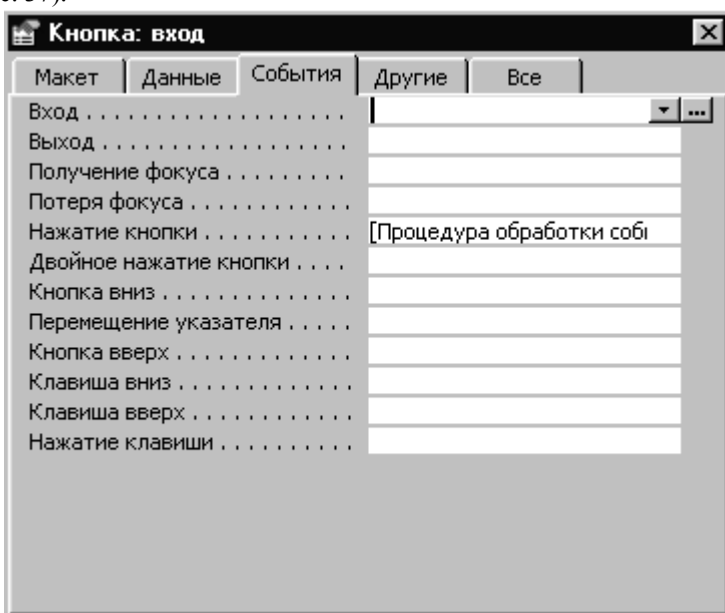

Рис. 37. Окно свойств элемента управления
3.4. Последний штрих. При работе с ленточной формой для получения или ввода более подробной информации о поставщике мы сначала устанавливаем запись, как текущую, щелкнув в соответствующей строке левой клавишей мышки, а уже затем нажимаем «бинокль» внизу формы. Эту операцию можно упростить. Откроем ленточную форму в режиме конструктора и дважды щелкнем левой клавишей мышки по кнопке с изображением бинокля. Откроется окно свойств элемента управления (рис. 37).
Обратите внимание на присвоенную окну подпись «Кнопка: вход». Здесь указан класс, к которому принадлежит элемент управления – «Кнопка», и заданное нами в диалоговом окне при создании кнопки имя представителя класса – «вход». Выберем заставку «События». С любым элементом управления могут происходить некоторые события. Набор событий в общем случае зависит от класса, к которому принадлежит объект, и каждому событию можно предписать определенные действия. Набор событий, которые могут происходить с кнопкой, представлен на рис. 37. Подробное истолкование этих событий можно найти в любом справочнике по Microsoft Access. Нас сейчас интересует событие «Нажатие кнопки». Этому событию, как видно из рисунка, соответствует «Процедура обработки событий». Дело в том, что когда, при создании кнопки, мы в диалоговом окне задавали параметры элемента управления и, в частности, связанные с этой кнопкой действия, система сама написала за нас процедуру (то есть небольшую программу) на встроенном языке Visual Basic for Applications (VBA).